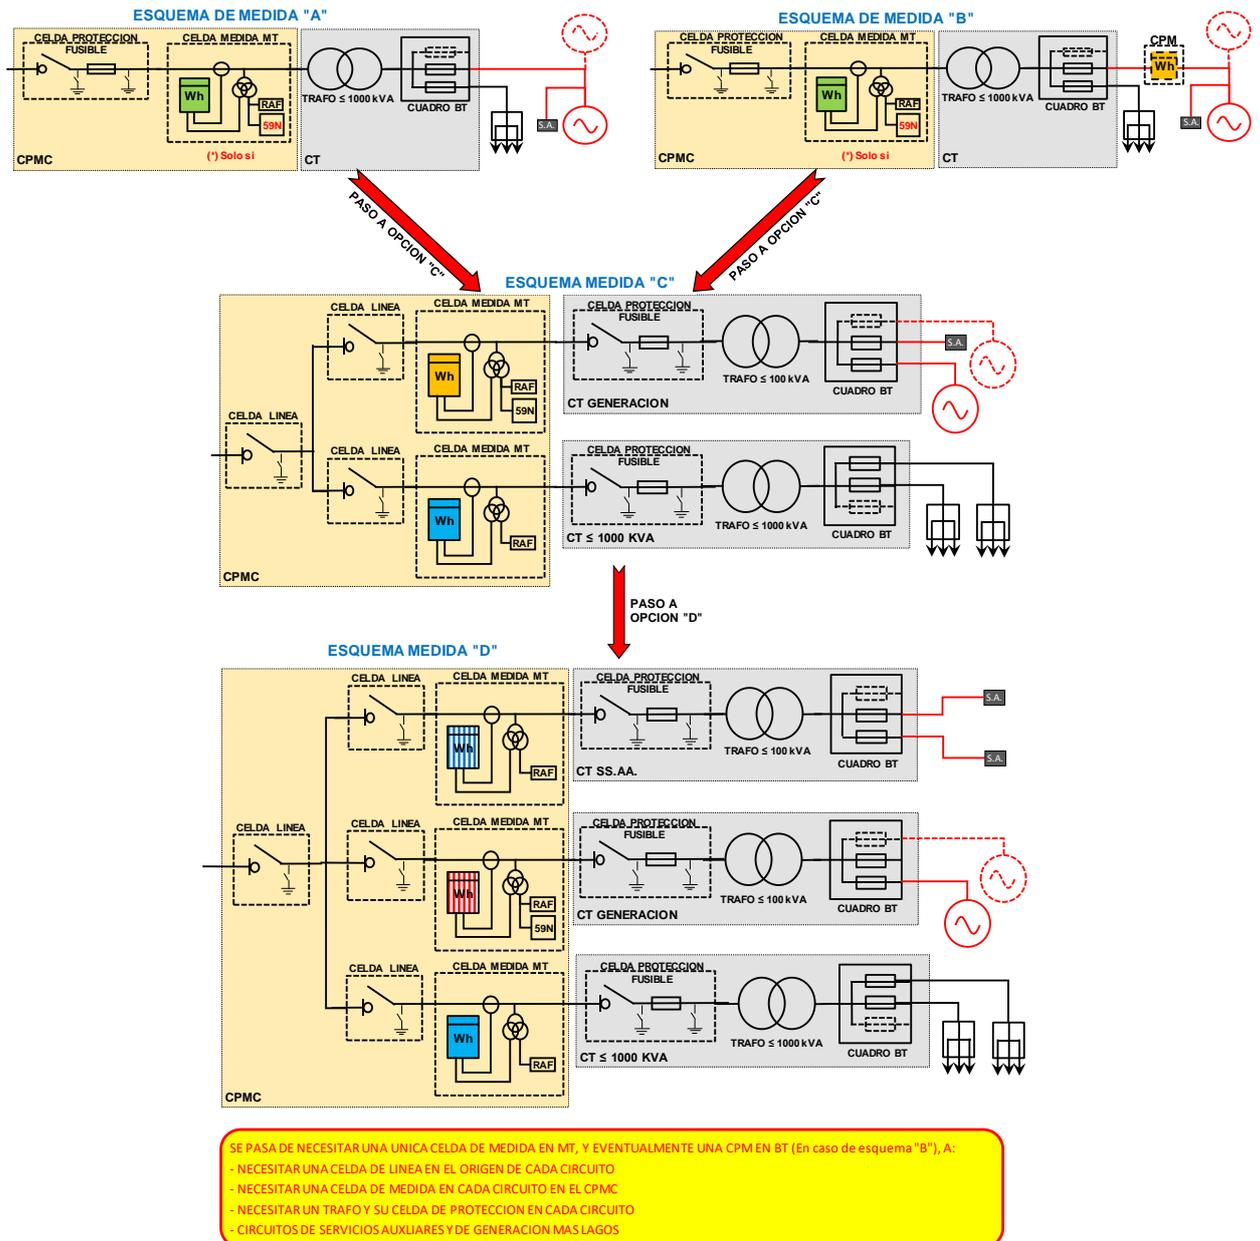

Figura 1. Implicaciones de optar por esquemas de medida C o D.
(1) Los esquemas de medida C y D, para autoconsumos cuya proximidad es en “Red Interior” o “Mixta”, son opcionales (a criterio del titular) en sustitución del esquema A o B correspondiente.
- En autoconsumos MT en “Red Interior” o “Mixtos”, los esquemas de medida C y D son opcionales, exclusivamente a criterio del titular de la instalación, y sustituyen al esquema de medida A o B que realmente le corresponde. Dichos esquemas C y D, al tratarse de 2 ó 3 medidas en “Paralelo”, implican su instalación en un Punto de Medida accesible para la distribuidora, lo que complica y encarece bastante las instalaciones interiores (circuitos más largos y más CPMs o CPMC con más celdas de medida), tal como se indica a modo de ejemplo en la **Figura 1**: